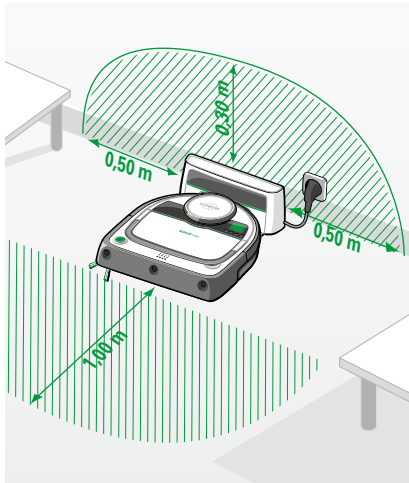

Bild 2.4 Einrichten der Basisstation
- Stellen Sie die Basisstation auf einen ebenen Untergrund an eine Wand, so dass die Ladkontakte und das Infrarotfenster für den Kobold VR200 Saugroboter frei zugänglich sind (Bild 2.4). Idealerweise sollten sich 0,3 m über, 0,5 m links und 0,5 m rechts von der Basisstation keine Hindernisse oder Höhenunterschiede befinden.